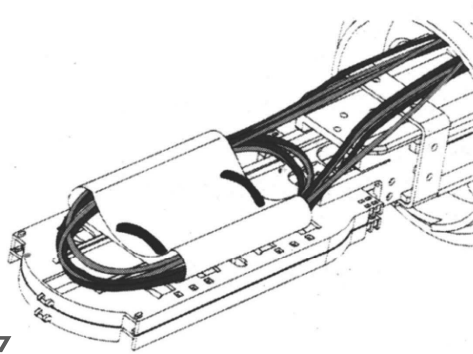

FIG.17
1. Em emenda com sangria armazenar os tubos de fibras (loose) na parte traseira da bandeja. Utilizando a bolsa plástica fornecida no conjunto. (FIG.17)